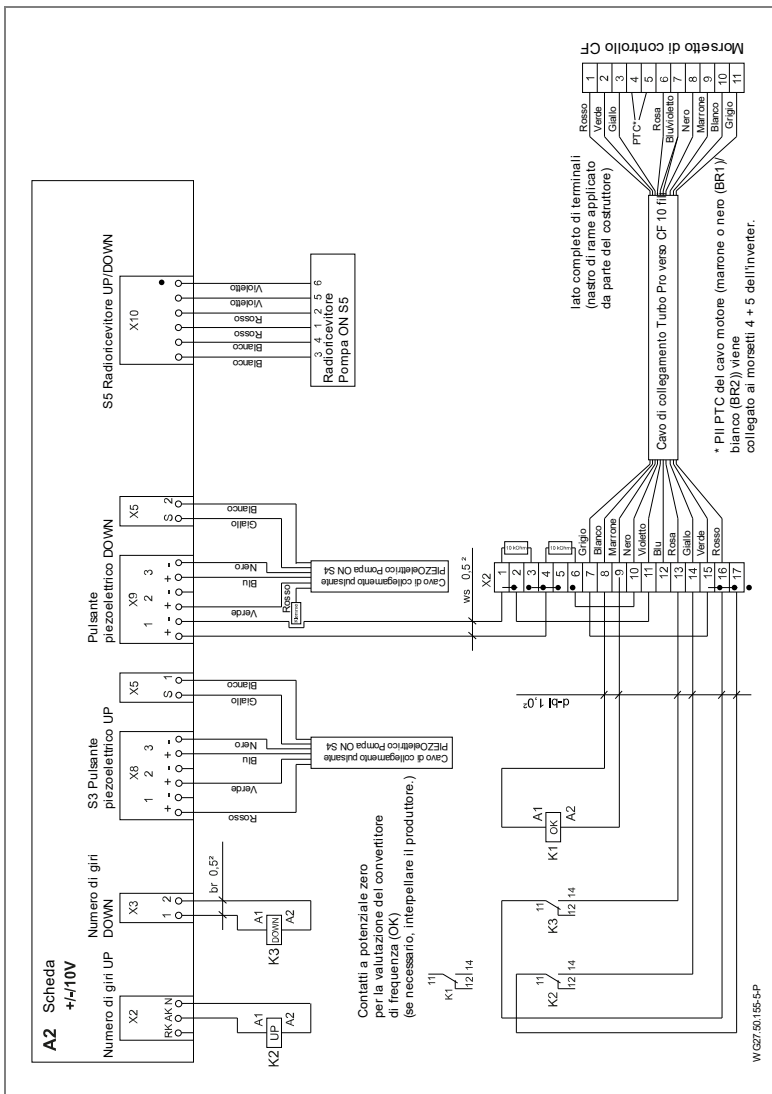

Fig. 19
14. Cablare i fili per il PTC (marrone o nero (BR1)/bianco (BR2)) in base allo schema elettrico. Vedere "Fig. 19" a pagina 38.